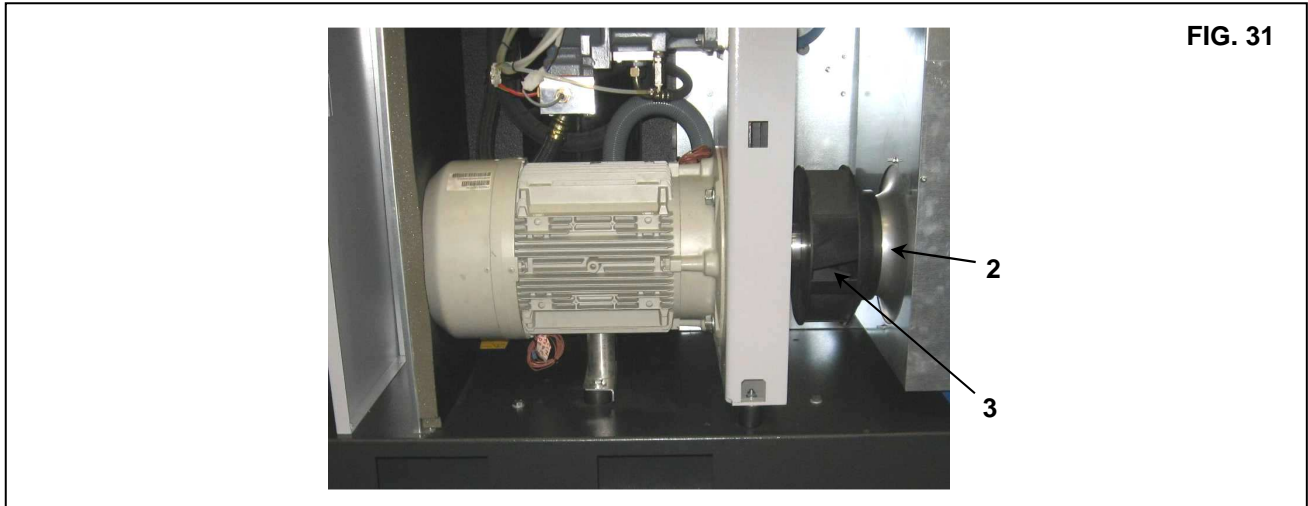

FIG. 31
25.1 DEMONTAGE DU VENTILATEUR DE REFROIDISSEMENT ET DU CONVOYEUR (Fig. 31)